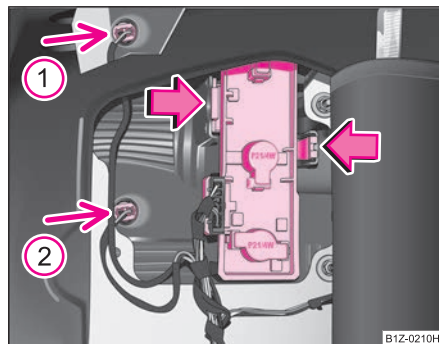

Fig. 231 Demontarea
- Apăsăți elementele de fixare în sensul săgeții și scoateți suportul cu becuri ⇒ fig. 231.
- Scoateți becul defect (săgeata ① resp. ② ⇒ fig. 231) din carcasă și înlocuiți-l cu unul nou.
- Scoateți becul defect (săgeata ① resp. ② ⇒ pagina 300, fig. 231) din carcasă și înlocuiți-l cu unul nou.